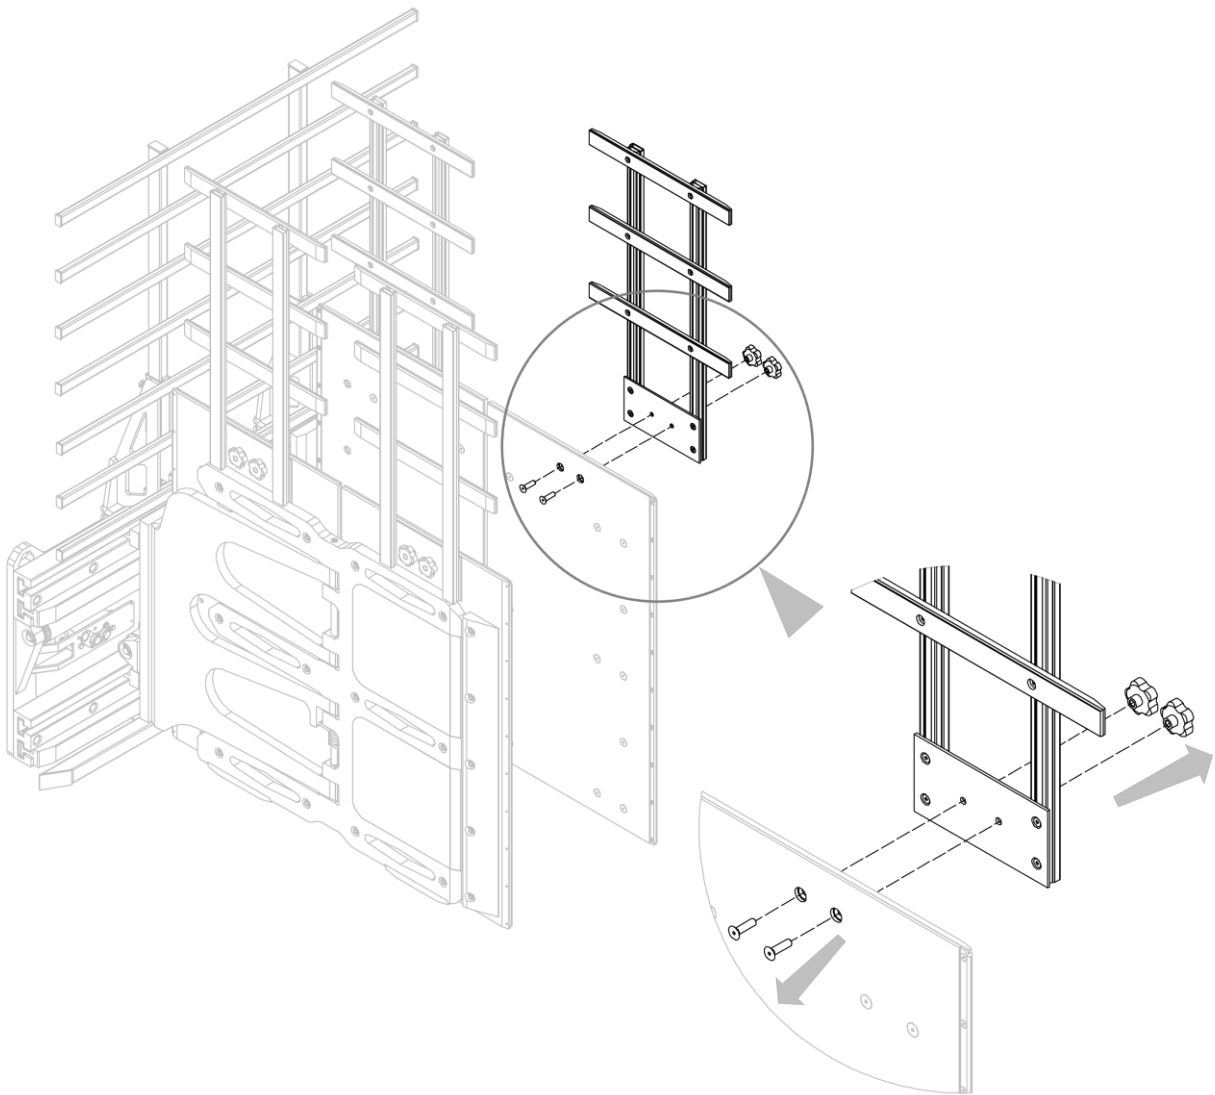

Figure 58
2. Enlever les cadres de chargement latéraux en dévissant les vis et les boutons correspondants qui les fixent aux panneaux (voir *Figure 58*).